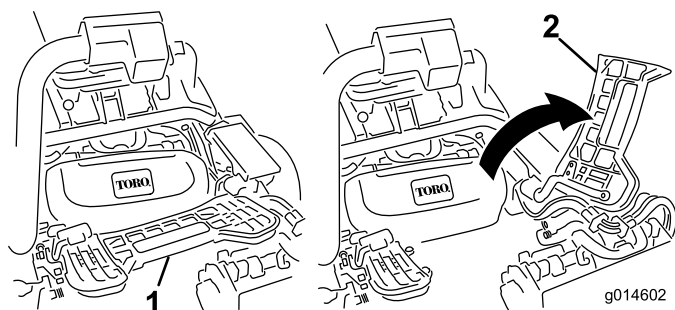

図 31
1. フット・レストを跳ね上げて開き、中央カッティングユニット取り付け位置へのアクセスを確保する (図 31)。